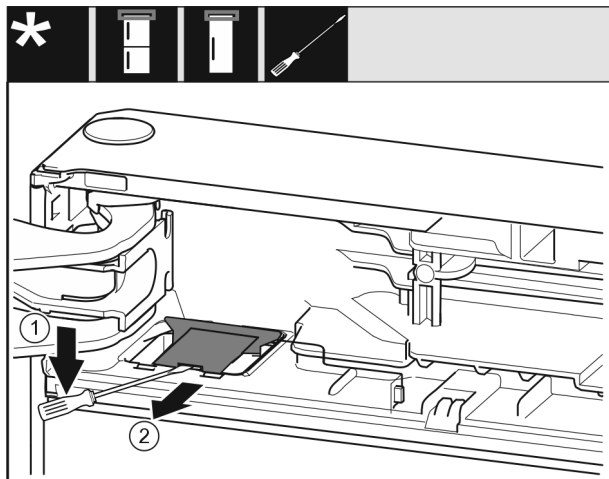

Fig. 10
- ▶ Za pomocą śrubokręta wyczepić osłonę i podnieść. Fig. 10 (1)
- ▶ Wyjąć osłonę. Fig. 10 (2)